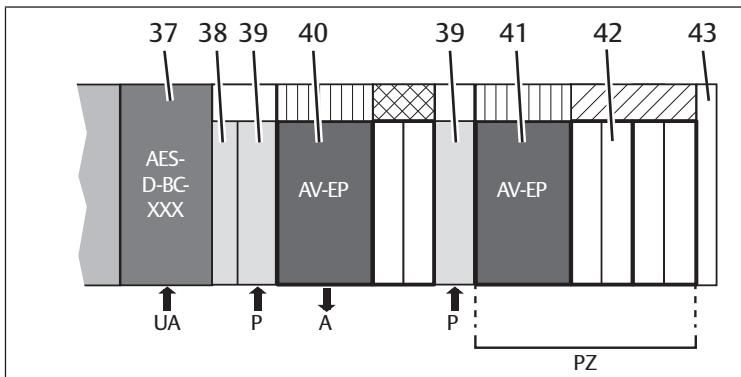

Abb. 12: Beispielkonfiguration
In Abb. 12 ist eine Beispielkonfiguration eines AV-Ventilsystems mit AES-Buskoppler dargestellt.
- Stellen Sie durch eine pneumatische Einspeiseplatte (39) sicher, dass ein zusätzlicher Zu- bzw. Abluftanschluss vorhanden ist.
- Setzen Sie das AV-EP-Druckregelventil direkt angrenzend an die zu versorgenden Wegeventile (42) ein. Das AV-EP-Druckregelventil befindet sich dabei auf der Seite, die dem AES-Buskoppler (37) zugewandt ist (siehe Abb. 12, Druckzone PZ).
Um den maximalen Durchfluss des AV-EP-Druckregelventils zu erzielen, empfehlen wir eine pneumatische Einspeiseplatte (39) vor dem Druckregelventil (siehe Beispielkonfiguration in Abb. 12).
- Positionieren Sie den Einzeldruckregler (40) zwischen dem AES-Buskoppler (37) und dem Druckzonenregler (41), siehe Beispielkonfiguration in Abb. 12.